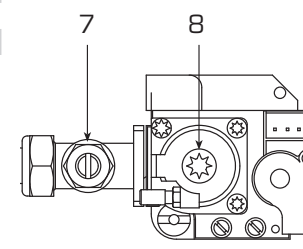

Рис. 5
Регулятор водотока (8 Рис.5) срабатывает, выключая горелку, если обнаруживается, что в котле нет воды, формируются воздушные мешки в теплообменнике; не работает циркулятор, или засорился фильтр контура отопления "Aqua Guard Filter System".
Для регулировки мощности санитарной воды используется регулятор мощности клапана реле давления (5 Рис.5).
В случае уменьшения мощности санитарной воды необходимо прочистить фильтр (3 Рис.5), установленный у входа клапана реле давления.
2) С помощью регулирующего болта OFF SET (8 Рис.5) откалибровать минимальное давление газа пока не будет достигнуто значение ммН₂О, как это указано на таблице:
4) С помощью газовой заслонки (7 Рис.5) откалибровать максимального давления газа пока не будет достигнуто значение ммН₂О, как это указано на таблице:
Для исправления CO₂ при мощности "MIN" используйте болт OFF SET (8 Рис.5).
Для исправления CO₂ при мощности "MAX" используйте газовую заслонку (7 Рис.5).